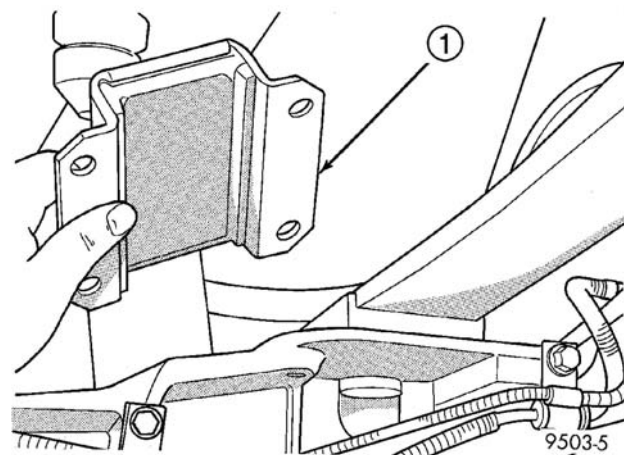

图 34 板簧挡板
(6) 从后桥和板簧上卸下板簧挡板（图 34）。
(7) 使用支承架缓慢降下后桥，让后簧自由悬挂。